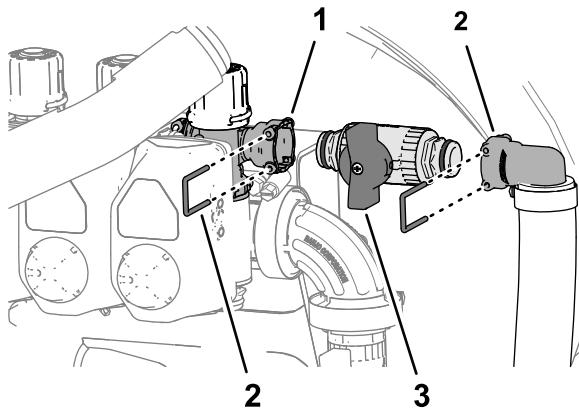

图62
- A. 取下将切断阀的快速连接头固定至右喷洒段旁通阀快速断开槽的卡环将阀门与连接槽分开图62。
- B. 取下将切断阀的快速连接头固定至 90° 宝塔接头快速断开槽的卡环将阀门与连接槽分开图62。